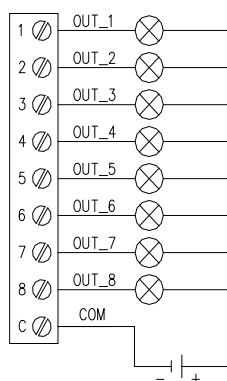

Figura 7 Collegamento uscite digitali
Come mostrato in figura 7, sul morsetto comune del connettore (C) va collegato il riferimento di massa della tensione da innescare: in stato OFF dell'uscita digitale si avrà circuito aperto tra il morsetto del canale e il comune, in stato ON si avrà circuito chiuso quindi la massa viene riportata sull'uscita.